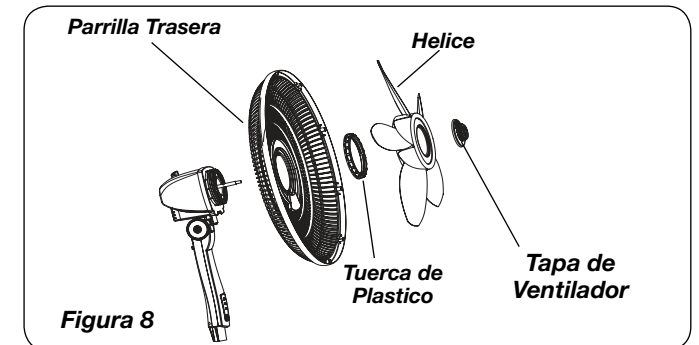
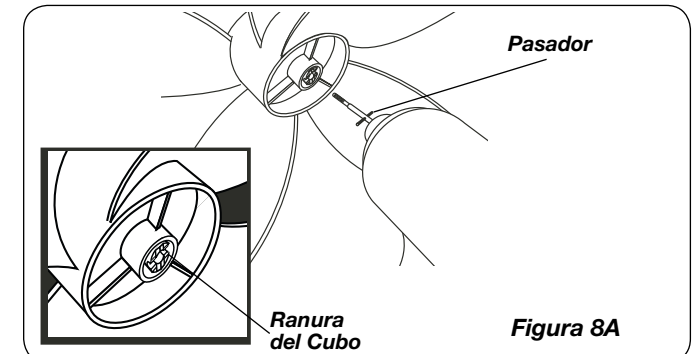

Figura 8
Figura 8A
3. Asiente la **Parrilla Trasera** y sujétela con la **Tuerca de Plástico** hacia la Derecha. Deslice la **Helice** en el Eje del **Motor**. (*Figura 8*) Alinear la **Ranura Del Cubo** de la tapa con el **Pasador** del eje del motor. (*Figura 8A*)